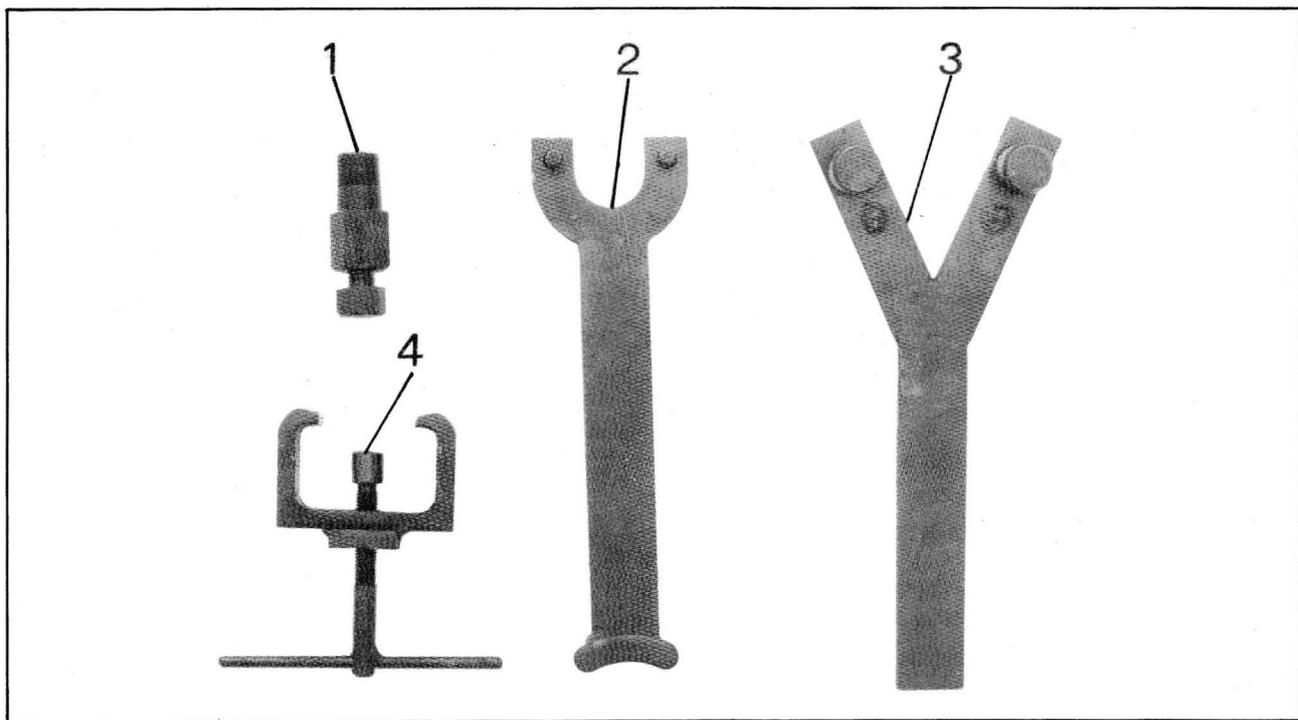

Fig. 1
**SPECIFIC WORKSHOP TOOLS (See fig. 1)**